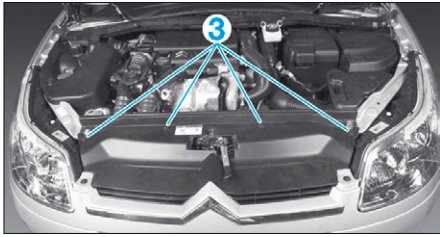

FIG. 5
- Déposer les agrafes (3) (Fig.5).